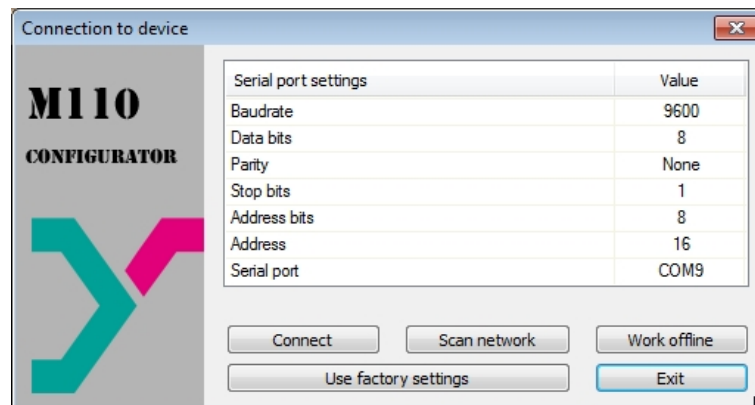

Abb. 8.1 Dialogfenster 'Connection to device'
- Klicken Sie 'Use factory settings' im Dialogfenster 'Connection to device' (Abb. 8.1) oder setzen Sie die Parameter auf die Werte aus der Tabelle 8.1.